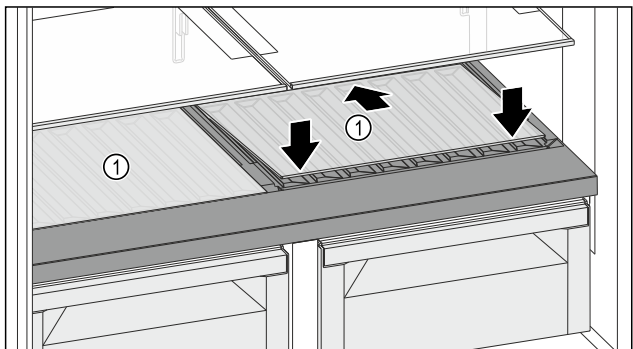

Fig. 119
- ▶ Stekleno ploščo Fig. 119 (1) namestite postrani, nagnjeno spodaj nazaj.
- ▶ Stekleno ploščo Fig. 119 (1) spustite spredaj.